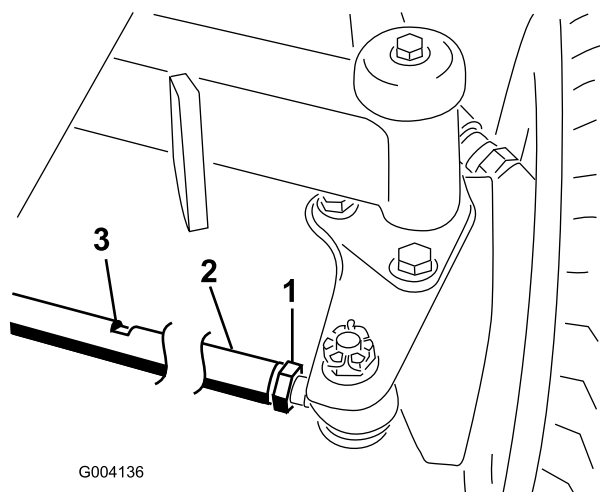

Figura 62
2. Afloje las contratuercas de ambos extremos del tirante (Figura 62).